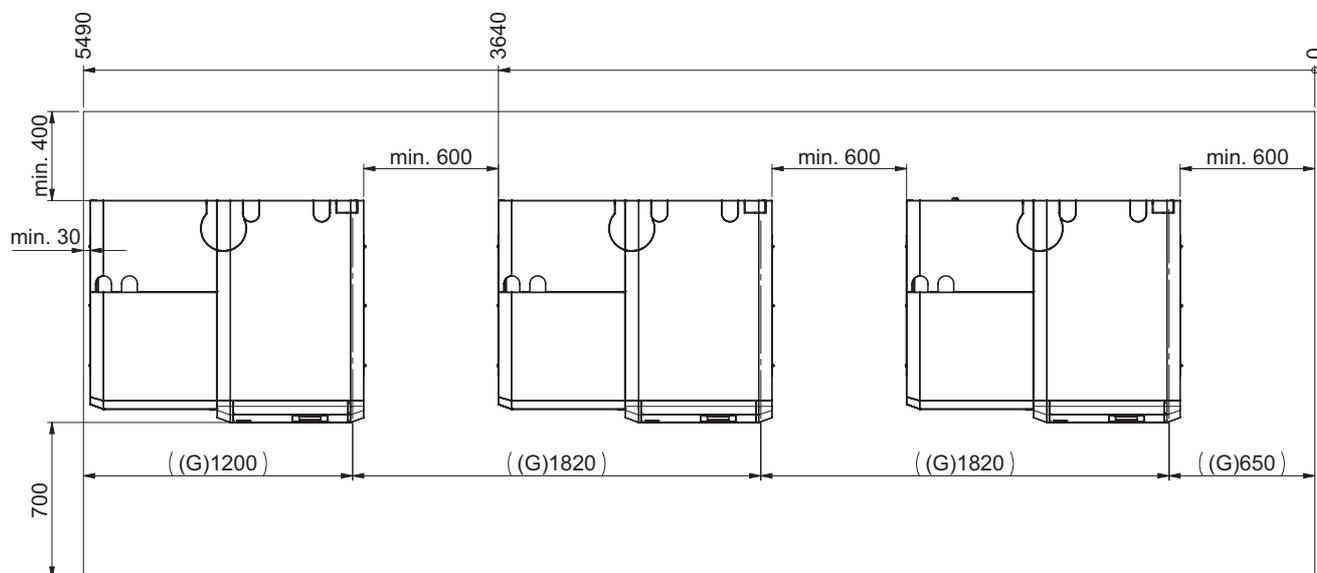

Fig. 18 Caldaia a pellet Cascata
- Distanza minima l'una dall'altra di almeno 600 mm – Fig. 18.